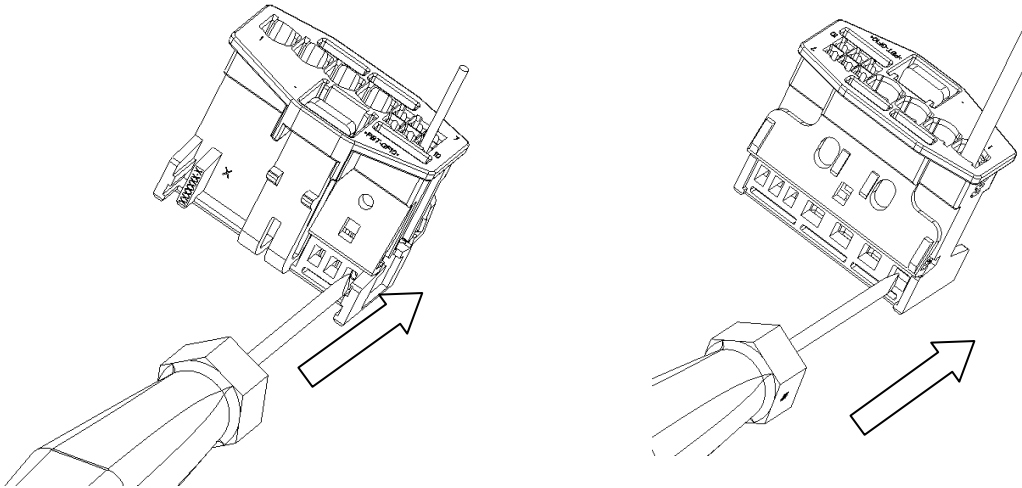
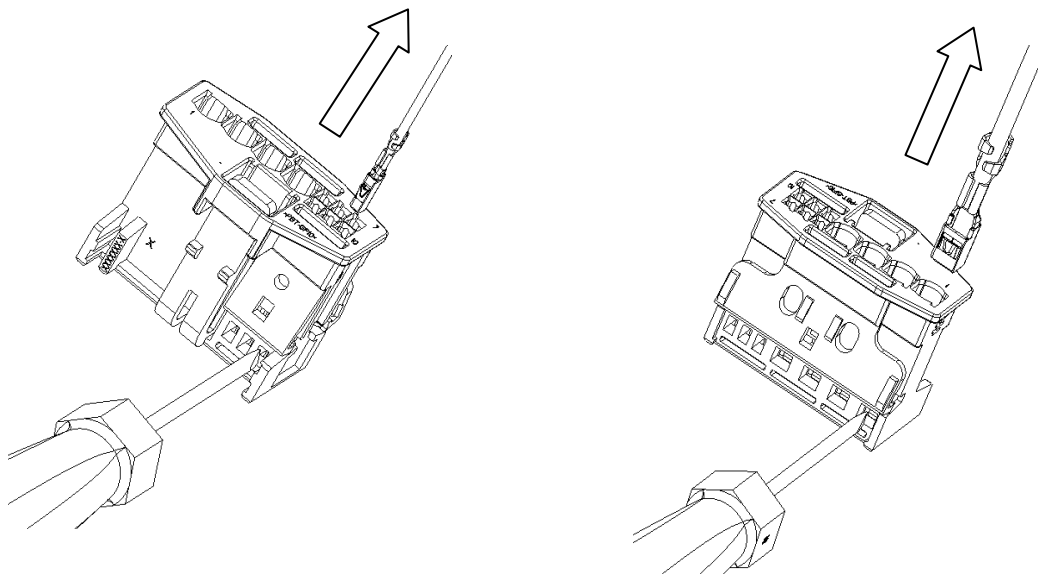

Abb. 10/ Fig 10
Abb. 11/ Fig 11
Nach dem Öffnen der beiden 2. Kontaktsicherungen wird der MQS bzw. MPQ Kontakt aus dem Gehäuse entfernt, indem die Rastfeder mit Hilfe eines geeigneten Werkzeuges niedergedrückt wird (siehe Abb.10.). Gleichzeitiges vorsichtiges Ziehen an der Leitung, befreit den Kontakt aus der Kontaktkammer (siehe Abb. 11).
*After opening the secondary locking the contacts can removed from the housing by pressing down the locking lances of the contacts with a suitable tool (e.g. little screw driver) (see Fig 10). The terminals will be released and can easily and carefully be pulled out of the cavity (see Fig 11).*